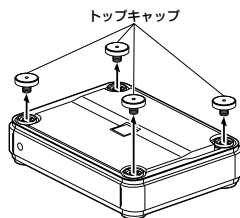

図1
- 2 本機の上面についている4個のトップキャップを、六角レンチ（大 / 付属品）でゆるめて外します。（図1 参照）